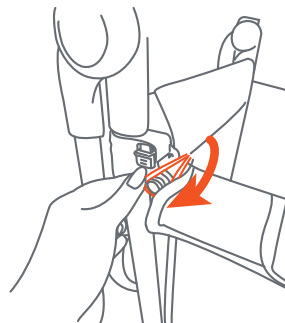

Fig. 10e
- Pull the zipper loop over the tab to hook or unhook (Fig. 10e).
- Tire del lazo de la cremallera sobre la pestaña para engancharla o desengancharla (Fig. 10e).